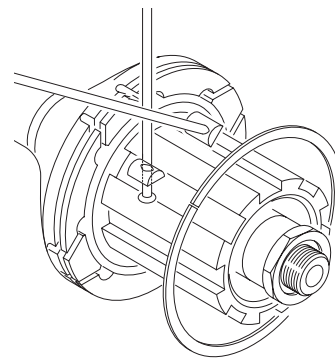

Fig. 62
- Inserite i barilotti nelle apposite sedi del mozzo tenendo il lato di maggior spessore orientato verso l'interno del mozzo (Fig. 62).
- Insert the barrels in their seats in the hub, with the thicker end towards the inside of the hub (Fig. 62).
- Introduisez les barillets dans les logements appropriés du moyeu en maintenant le côté de plus grosse épaisseur tourné vers l'intérieur du moyeu (Fig. 62).
- Introducir los barriletes en los correspondientes asientos del buje, con el lado de mayor espesor girado hacia el interior del buje (Fig. 62).
- Plaats de barrels in de uitsparingen van de naaf met het dikste einde tegenover de binnenkant van de naaf (fig. 62).